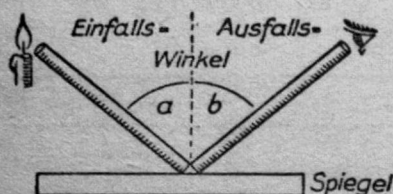

Abb. 41
b) Lege auf den Tisch einen Spiegel (Abb. 41), darauf eine rechtwinklig gebogene Röhre aus Papier oder Pappe, die an dem Berührungspunkt mit dem Spiegel offen ist! Halte an das eine Ende der Röhre eine Kerze, blicke durch das andere Ende gegen den Spiegel! Wenn du die beiden Röhrenhälften richtig hältst, siehst du die Kerze.